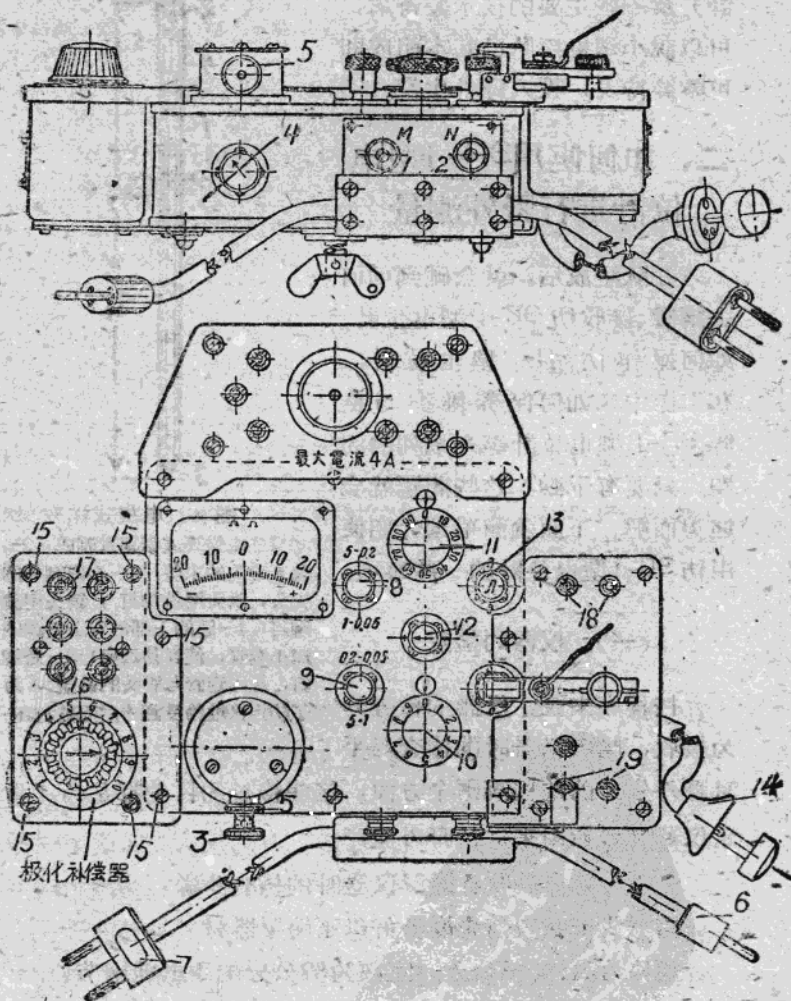

图 2. 2Π-1 型电位计
（1）将图 2 中 3 的电键沿顺时针的方向转到底，使图 2 上面的纵断面图中的箭头转到 4 的位置。假使电键就在这位置。这步骤可省略。这时搬动仪器。电流计指针应该不动。
(5) 小鉄板按原样安裝好，然后把电位計再翻过来，放平。
(6) 反时針方向旋动图 2 中 3 的电鍵，旋到底，就可